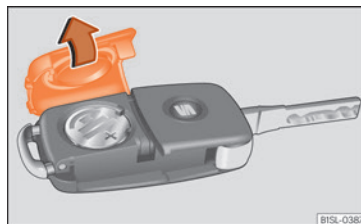

Fig. 65 Bilnøgle: åbning af afdækning til batterirum
- Tag afdækningen på bagsiden af bilnøglen »» Fig. 65 af i pilens retning »» ❶.
- Sæt afdækningen på som vist på billedet »» Fig. 65, og tryk den modsat pilens retning på bilnøgleshuset, indtil den går i hak.
❶ FORSIGTIG